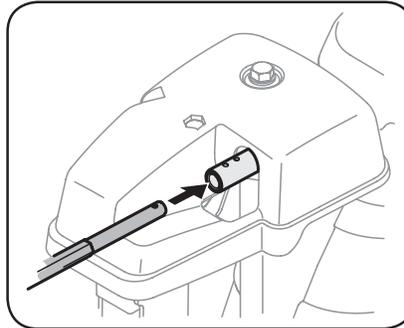

Figura 2-22
2. Inserte la varilla de control del canal dentro del cabezal de control del canal. Empuje la varilla tan lejos dentro del cabezal de control del canal como sea posible, manteniendo los orificios en la varilla orientados hacia arriba. Consulte Figura 2-22.